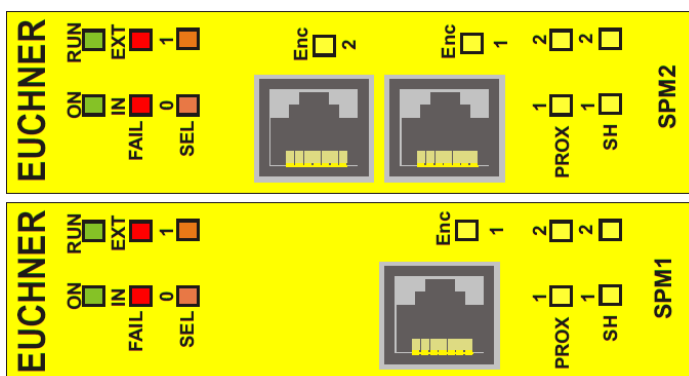

Bild 40:
8.4.13. Module SPM0, SPM1, SPM2 (Bild 40)